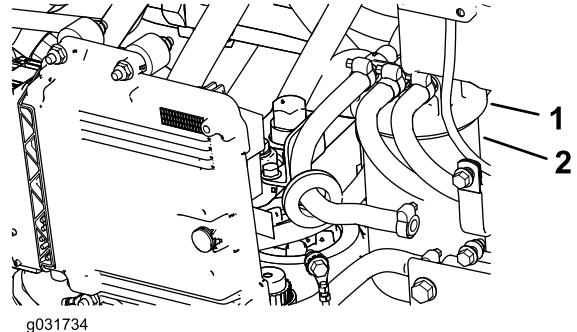

Bild 106
1. Reinigen Sie den Bereich um den Kraftstofffilterkopf (Bild 106).
2. Entfernen Sie den Filter und reinigen die Befestigungsoberfläche des Filterkopfes (Bild 106).